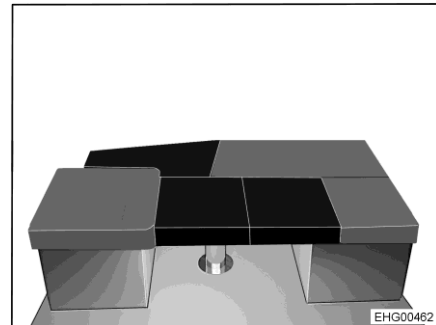

Bild 179 Efter ombyggnaden
- Placera de 2 extra dynorna tvärs över bordet (se Bild 179).
- Placera den trekantiga extra dynan mellan sidosätet och L-sittbänken på sängbreddningen (se Bild 179).